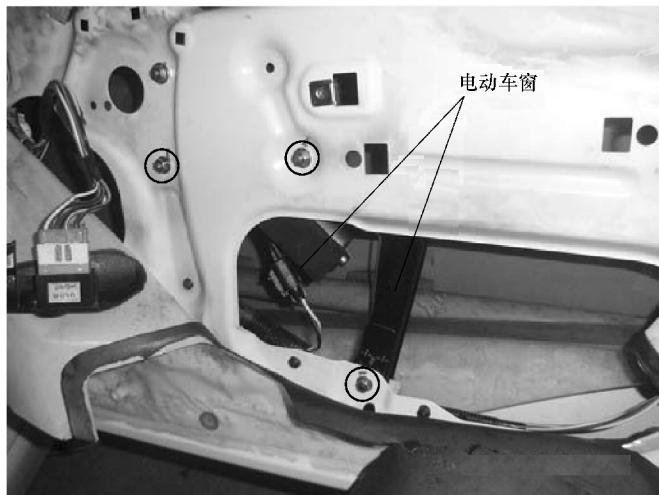

图 5-32 取下内门护板后的实物图
4) 将上述固定螺钉的小板件全部拆出后，双手用力往外拉内门护板（内有带螺纹的塑料卡子卡住，应稍用力向外拉），即可取下内门护板，露出如图 5-32 所示的实物图。可看到电动车窗局部图。
5) 将图 5-32 中圈出的螺钉全部旋出，拔出电动车窗电动机上的连线插头（上图中箭头下方）。此时电动车窗已松动，但由于车窗玻璃还未与升降器脱离，所以还不能取出。
7) 完成上述工作后，将升降器从螺孔中取出，往左旋转，从图 5-32 中的开口中斜向拉出升降器，如图 5-33 所示。